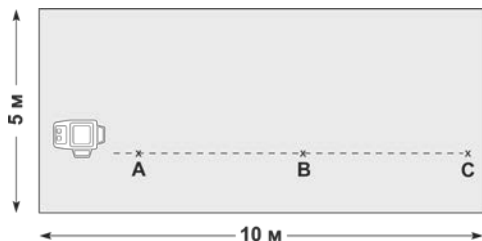

Рисунок 10
3.9.2 Уздовж спроектованої на підлозі лазерної лінії позначте три точки («A», «B» та «C»). Позначки повинні наноситись точно посередині ширини лазерної лінії (дивіться рисунок 10).